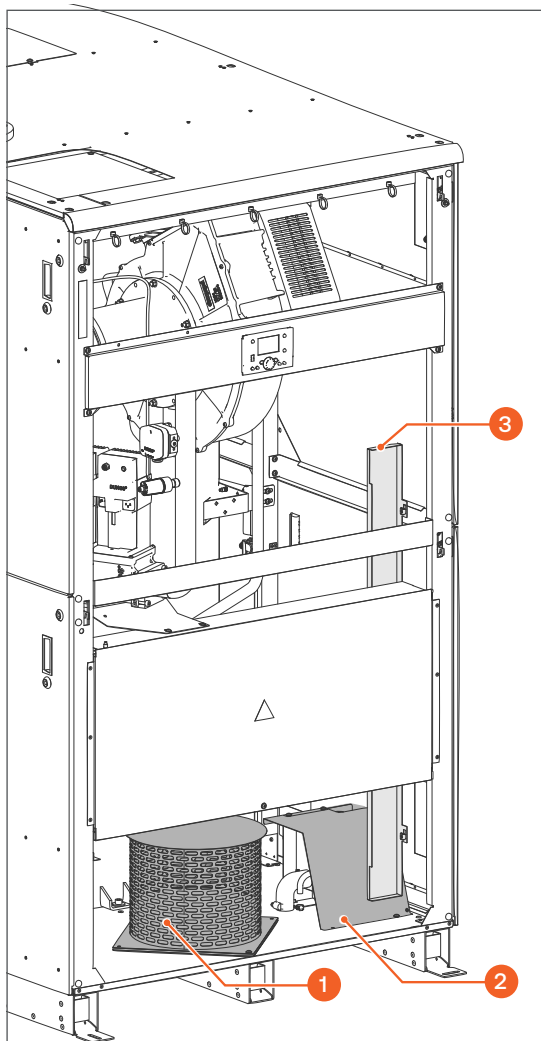
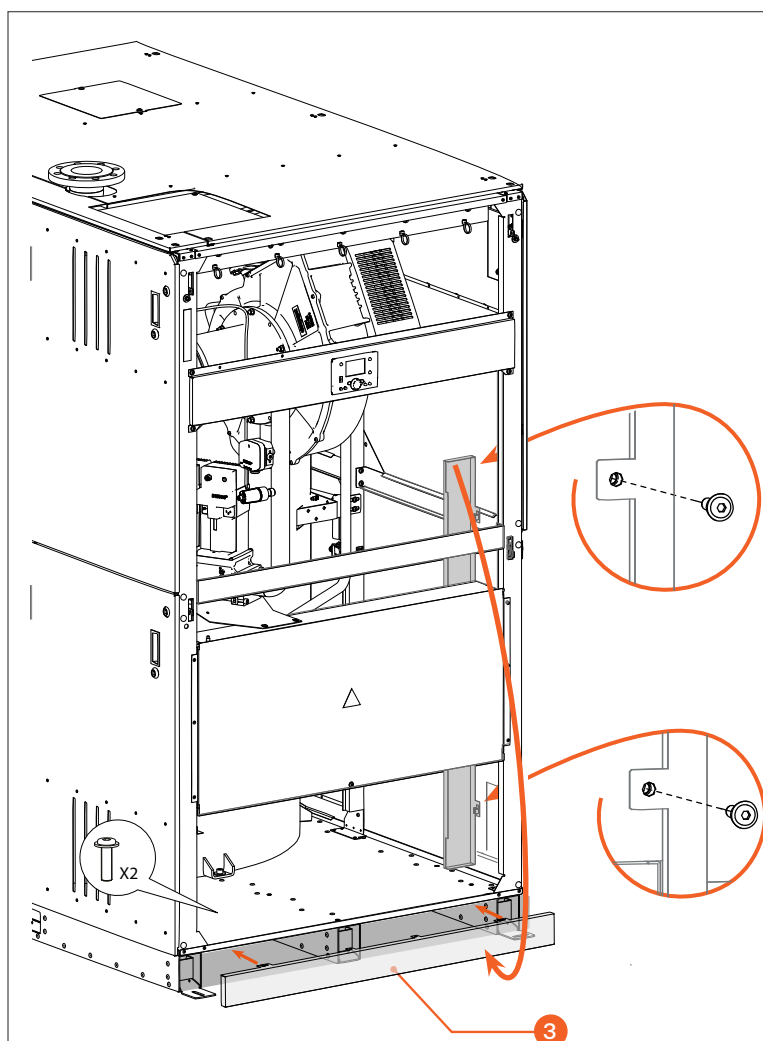

Fig. 11. Componentes en su lugar de almacenamiento
Fig. 12. Panel frontal inferior: primera instalación
6. Extraiga los siguientes componentes de su lugar de almacenamiento. Consulte la **Fig. 11 siguiente**:
- ▶ Conexiones de entrada de aire (1)
- ▶ Sifón de condensados (2)
- ▶ Panel frontal inferior (3)
7. Con una llave de vaso de tamaño 4, suelte los tornillos y quite las conexiones de entrada de aire (1) y el sifón de condensados (2) de su lugar de almacenamiento.
8. Con una llave de vaso de tamaño 4, quite el panel frontal inferior (3) de su lugar de almacenamiento e instale en su posición de montaje. Consulte la **Fig. 12 siguiente**.
9. Retire el panel frontal inferior (3) de su lugar de almacenamiento e instálelo en su posición con los 2 tornillos retenidos tornillos.